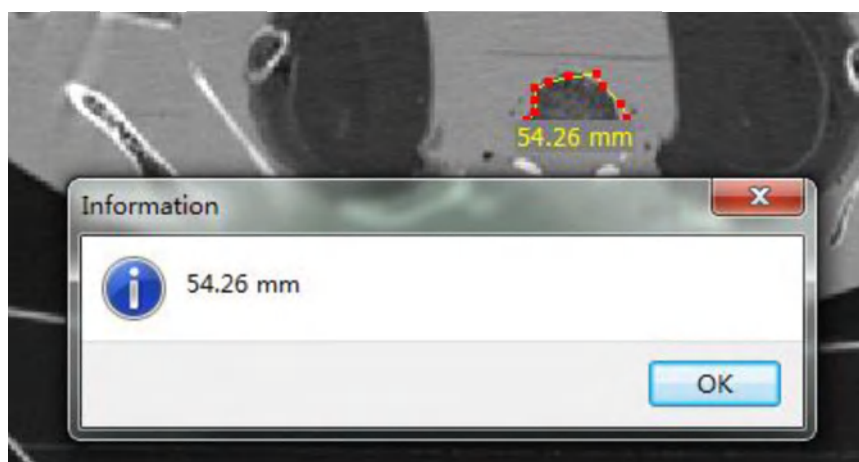

Рисунок 6-26 Длина кривой
4. Щелкните дважды, чтобы завершить измерение кривой (см. рис. 6-26).
4. Щелкните дважды, чтобы завершить измерение многоугольника, и появится окно запроса, отображающее общую длину (см. рис. 6-26).